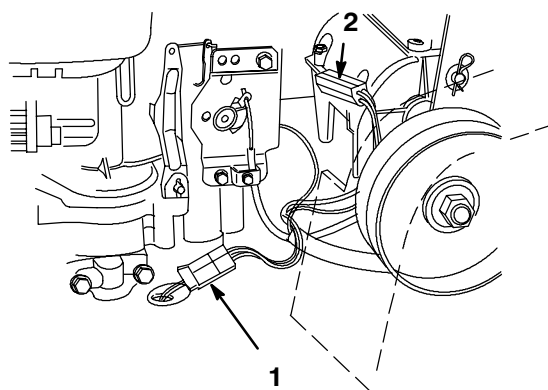

**Figure 5**
1. Mettre la commande des gaz en position RAPIDE (Fig. 5).
2. Accrocher l'extrémité pliée en Z du câble dans le trou du levier de commande (Fig. 5).
3. Desserrer la vis du pontet pour permettre le passage du câble, et ne pas la resserrer (Fig. 5).